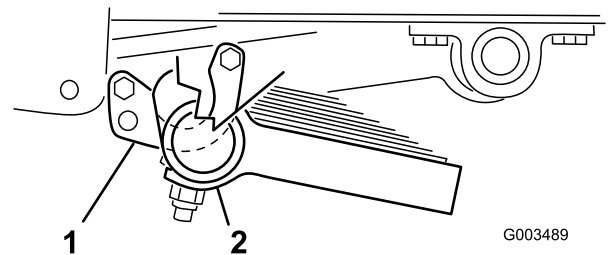

図 12
3. 各サドルの前部を、チューブ・アセンブリに固定；ボルト (5/16 x 1 インチ) 1本とロックナット (5/16 インチ) 1個を使用する (図 12)。